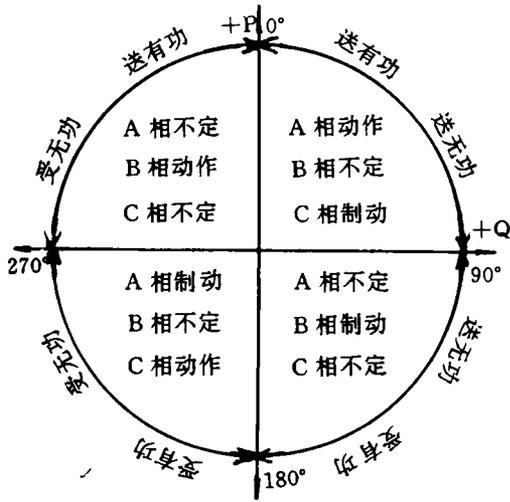
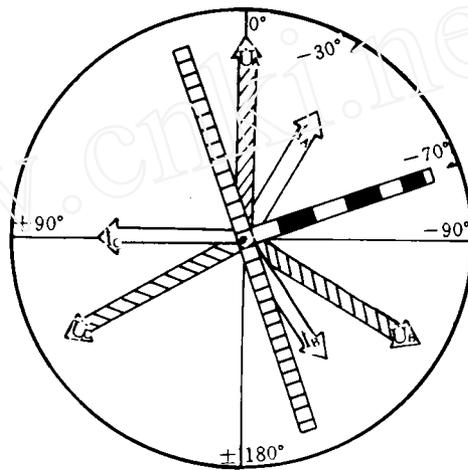

图 8 有功功率 P 和无功功率 Q 的复平面
图 6 判断仪的实际应用
从保护安装处看,电流  $I_A$  是由母线流向线路为送有功和送无功,根据有、无功的大小,可根据计算或作图或用相位表  $\varphi$  实测法,能确定  $I_A$  向量在 I 象限的相位及  $I_B$ 、 $I_C$  在其他象限的相位,参阅图 6 和表 2,可清楚地知道 A 相“动作”、B 相“不定”、C 相“制动”。与图 8 内的 I 象限相同,其对应的第 III 象限为受有功、受无功,其负荷电流由线路流向母线,动作情况刚好与 I 象限相反,A 相由“动作”变成“制动”,C 相由“制动”变成“动作”(输送电流刚好反了  $180^\circ$ ),B 相相同,都是“不定”;在送有功、受无功的 II 象限,B 相“动作”,而 A、C 两相“不定”,与之对应的送无功、受有功的第 IV 象限,则刚好是 B 相“制动”,A、C 两相也是“不定”。只要记着复平面实轴或虚轴的任一侧 A、B、C 的动作情况,其余的两个对应象限内的动作行为,可很方便的推出。将测定动作情况与图 8 对照,可准确无误地判定功率方向的动作行为是否正确,但特别要注意功率的送受方向。
(4)如图 6 所示,可见  $I_A$ 、 $I_B$  在动作区内,  $I_C$  在动作区外。